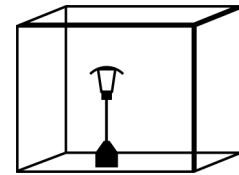

Fig. 2
- 3) La surface est la somme de la surface des murs. (Voir figure 2)**